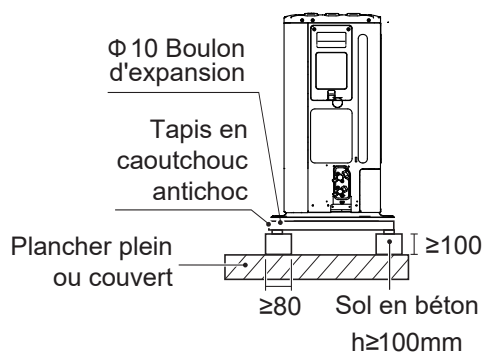

Fig: 6-3
- Si l'eau ne s'écoule pas facilement de l'unité, montez l'unité sur une base en blocs de béton, etc. (la hauteur de la base doit être d'environ 100 mm (sur la Fig: 6-3)